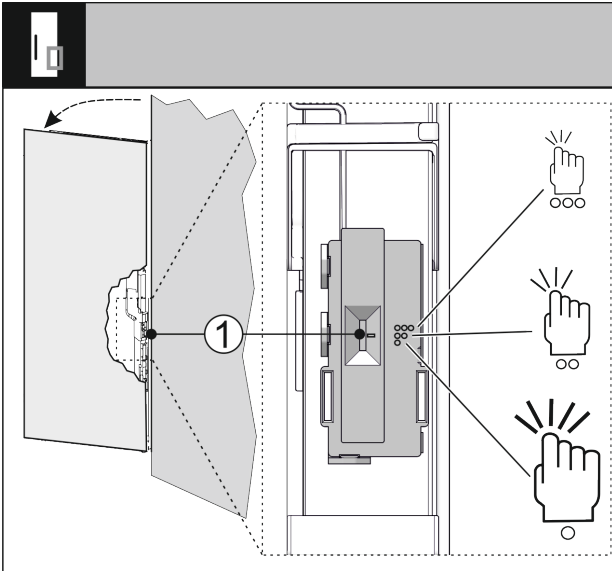

Fig. 100
Sie können die Empfindlichkeit des Klopfsignals über einen Schalter Fig. 100 (1) einstellen. Der Schalter ist scharnierseitig am unteren Drittel der Tür.
- ▶ Schalter Fig. 100 (1) auf gewünschte Schalterstellung schieben.